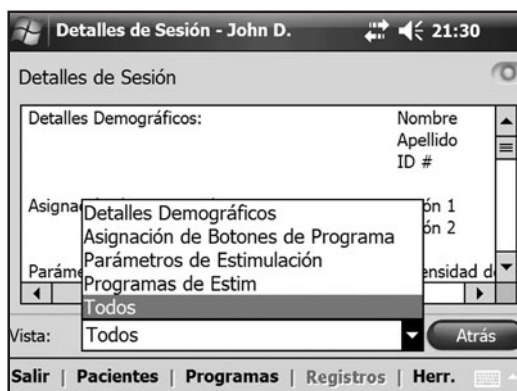

Ilustración 8-39: Ventana Detalles de sesión.
4. Se abre la ventana Detalles de sesión, que muestra los detalles guardados para la sesión. Consulte la Ilustración 8-39.